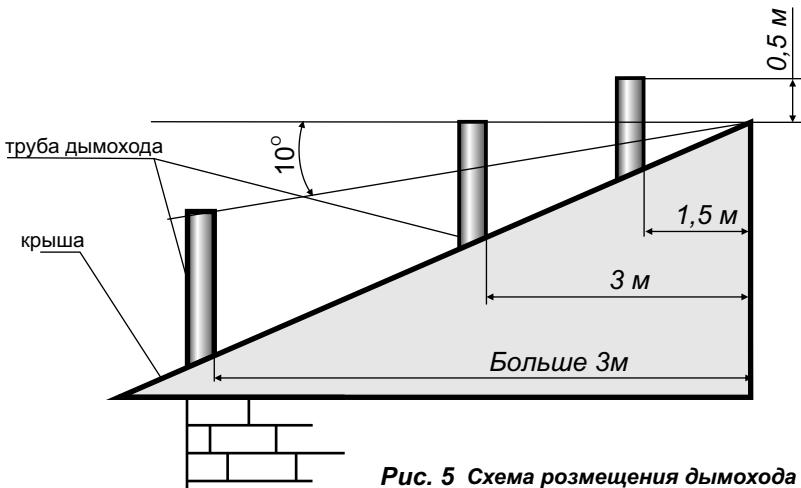

Рис. 5 Схема размещения дымохода
6.11 Дымоход рис.5 должен быть выведен выше зоны ветрового подпора. Высота дымохода над крышей дома устанавливается в зависимости от расстояния его от конька по горизонтали и должна быть: